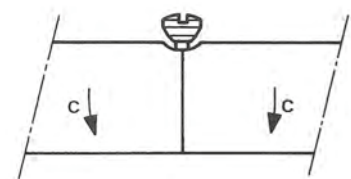

Fig. 12.
- Dévisser l'écrou de serrage (12) jusqu'à sa butée.
- Séparer les rallonges en effectuant un mouvement en direction C (Fig. 12).